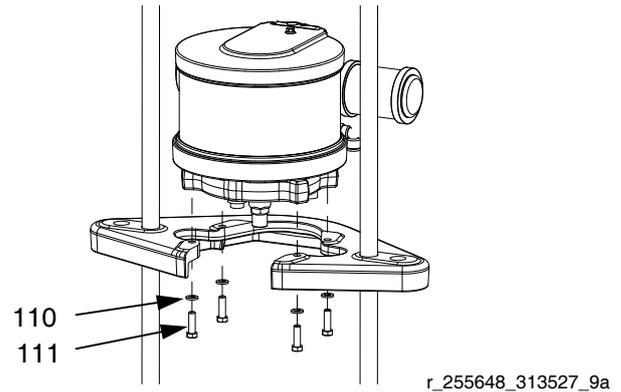

FIG. 25 : NXT 200-1800 équipés d'un cylindre de 200 litres (55 gallons)
- b. Pour les NXT 200-1800 équipés d'un cylindre de 200 litres (55 gallons) (blocs d'alimentation de D200 76,2 mm (3 po.) et de D200s 165,1 mm (6,5 po.)) : Retirez les vis (111) et les rondelles (110) qui fixent le moteur sur le plateau de montage. Consultez la FIG. 25.
2. *Pour les NXT 200-1800* : Fixez le moteur sur le support de montage à l'aide des vis (111) et des rondelles (110). Consultez la FIG. 25, page 27.
- b. Raccordez le flexible pneumatique sur le moteur. Si vous utilisez un DataTrak distant, branchez les raccords électriques sur le moteur pneumatique. Consultez la FIG. 25, page 27.
3. Raccordez le flexible pneumatique sur le moteur. Si vous utilisez un DataTrak distant, branchez les raccords électriques sur le moteur pneumatique. Consultez la FIG. 25, page 27.